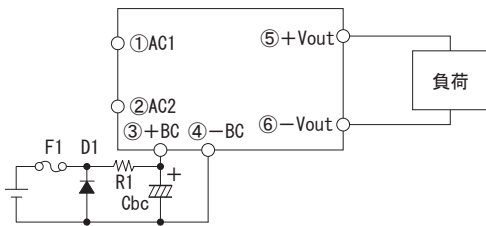

図2.11 逆接続防止
(4) R1 突入電流防止素子
(5) SK1 サージ保護素子
(6) D1 逆電圧保護ダイオード (DC入力)
■BC端子に極性が逆の電圧が加わると故障します。極性逆の電圧が加わる可能性がある場合は、図2.11のような保護回路を外付してください。